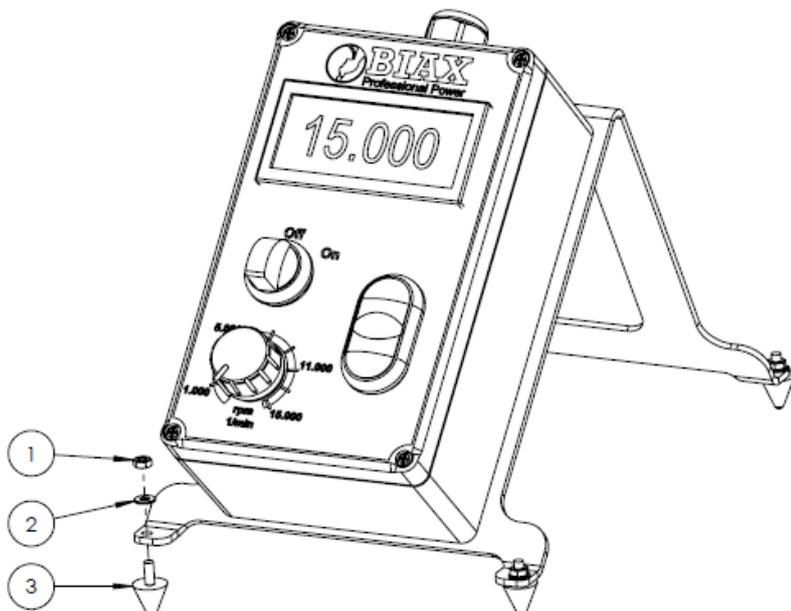

Abbildung 3: Montage der Bedieneinheit zur Tischverwendung
Die mitgelieferten Gummi-Metall Füße (3) werden an 4 Punkten angebracht. Jeder Fuß wird mit je einer Mutter (1) und einer Unterlagscheibe (2) wie in der Abbildung 3 dargestellt mit der Halterung verschraubt.